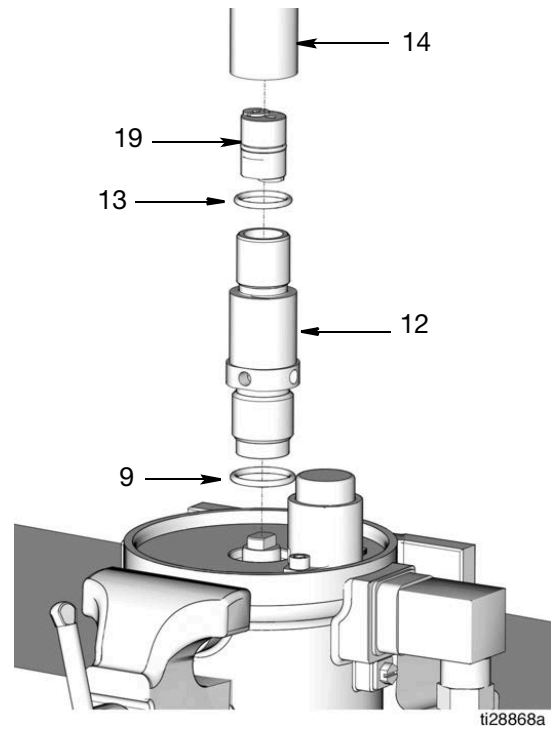

FIG. 18
14. Déposer le joint torique (13) du tuyau de sortie (14). Déposer le joint torique (9) du corps de pompe (12). Mettre les joints toriques au rebut en respectant toutes les réglementations concernées (FIG. 18).